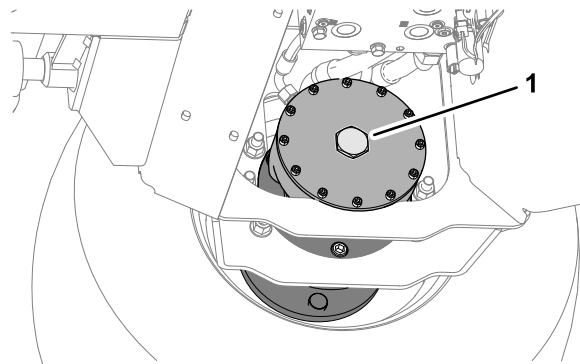

Bild 38
2. Montieren Sie die Sechskantschraube an die Motorendplatte (**Bild 38**).